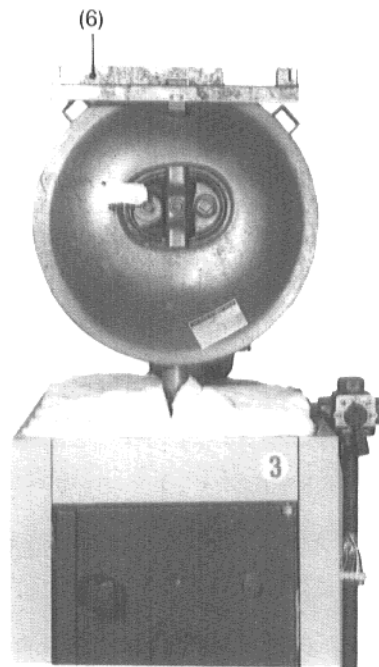

Fig. 12
Boulonner sans serrer la **traverse (6)** des panneaux latéraux du ballon (profilé en Z) sur le ballon (voir Fig. 12).